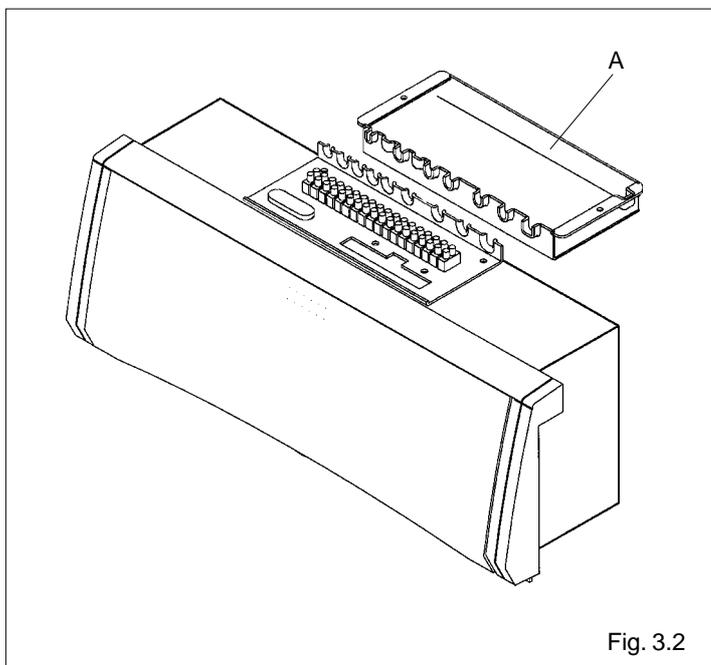

Fig. 3.2
- luego, es posible acceder a los bornes y efectuar las conexiones eléctricas (fig. 3.2);